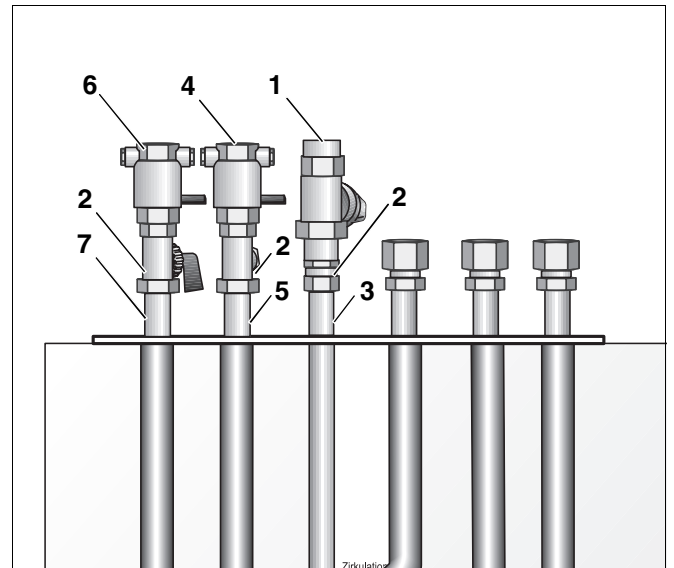

Abb. 22 Armaturen-Set vertikal montieren
- Gasarmatur (Abb. 22, **Pos. 1**) mit eingelegter Dichtung (Abb. 22, **Pos. 2**) an der Überwurfmutter des Anschlussrohres Gas (Abb. 22, **Pos. 3**) befestigen.
- Vorlaufarmatur (Abb. 22, **Pos. 4**) mit eingelegter Dichtung (Abb. 22, **Pos. 2**) an der Überwurfmutter des Anschlussrohres VK (Abb. 22, **Pos. 5**) befestigen.
- Rücklaufarmatur (Abb. 22, **Pos. 6**) mit eingelegter Dichtung (Abb. 22, **Pos. 2**) an der Überwurfmutter des Anschlussrohres RK (Abb. 22, **Pos. 7**) befestigen.